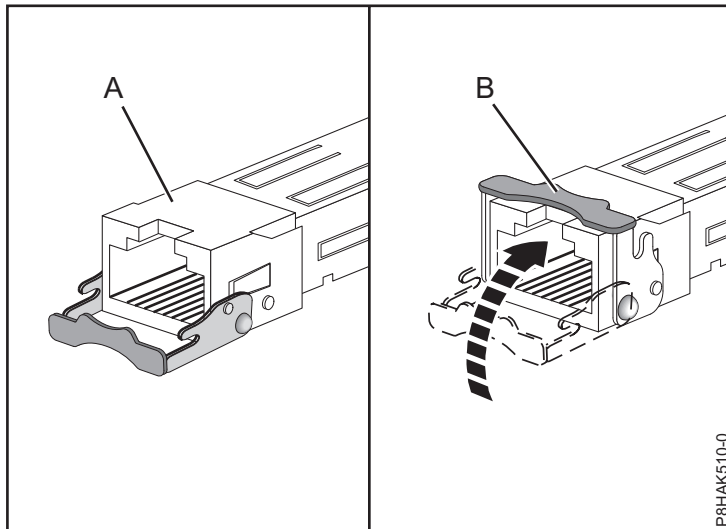

Abbildung 80. SFP-Transceiver im Adapter austauschen
- c. Drücken Sie bei geöffneter Verriegelung **(A)** auf die Verriegelung, indem Sie sie zur Karte hin nach oben drehen, wie in Abb. 80 auf Seite 93 dargestellt.